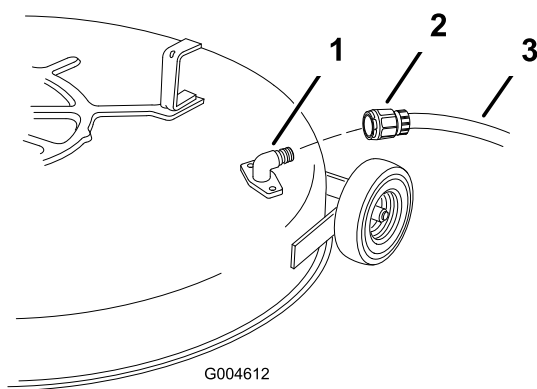

Figura 50
5. Montate il manicotto all'estremità del raccordo di lavaggio del tosaerba, quindi aprite il rubinetto per erogare un getto forte (Figura 50).